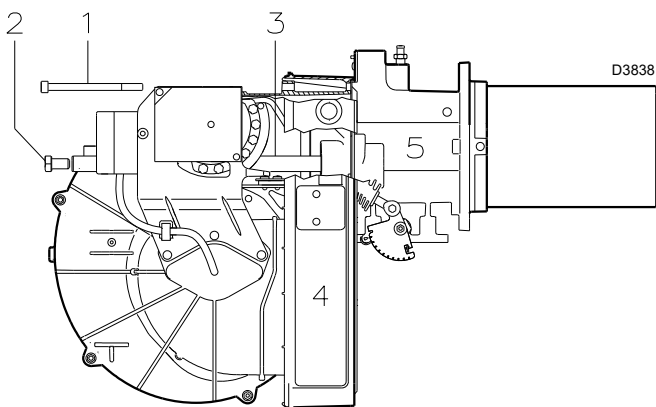

Рис. 17
Отрегулировав головку горения, установите горелку 4) (Рис. 17) на направляющие 3) (Рис. 17) примерно на расстоянии 100 мм от патрубка 5) (Рис. 17).
- Вставьте кабель датчика и кабель электрода, а затем продвиньте горелку до муфты (положение горелки показано на Рис. 17).